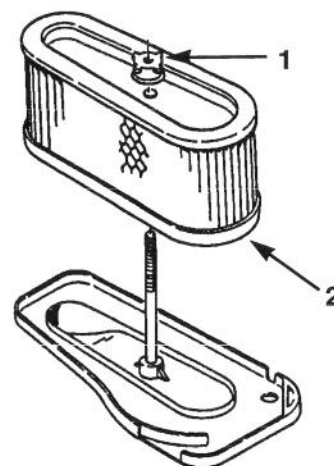

Figure 30
5. Dévisser l'écrou en caoutchouc et déposer l'élément en papier (Fig. 30).
2. Insérer l'ensemble filtre à air sur la longue tige. Visser ensuite l'écrou en caoutchouc à la main contre le filtre à air (Fig. 30).